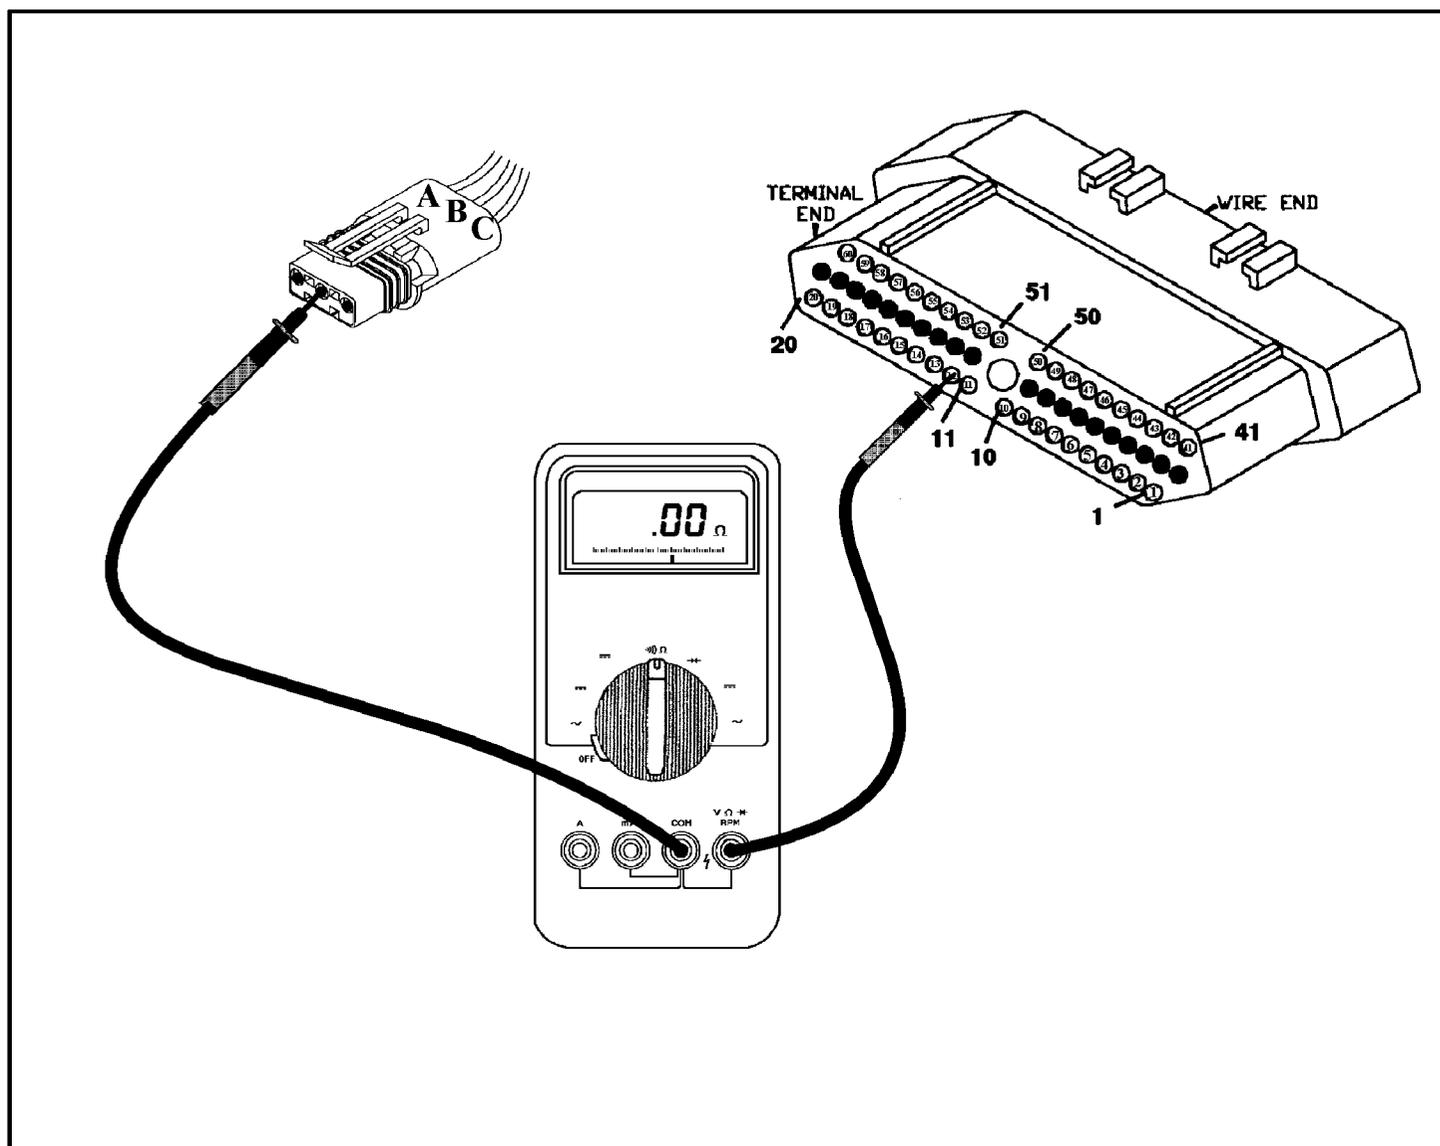

Figura 47
• Desconecte tanto el TCM como el TPS. Haga una prueba de continuidad desde el terminal B en el conector del TPS al terminal 12 en el conector del PCM (Vea la figura 47). Si no se observa continuidad, el alambre está averiado y tendrá que ser reparado. Si hay continuidad, reemplaze el TPS.